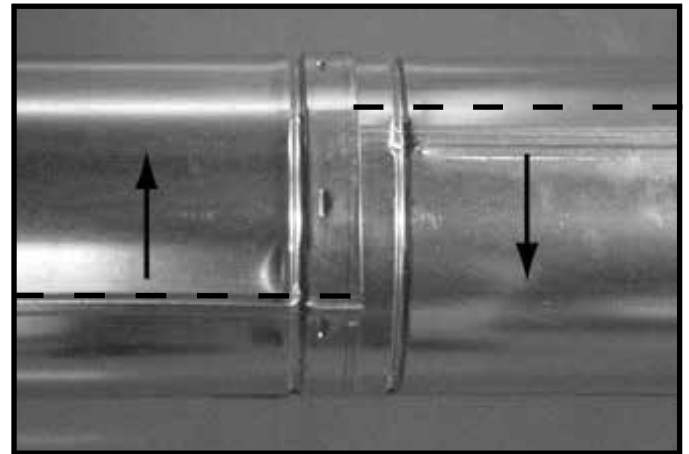
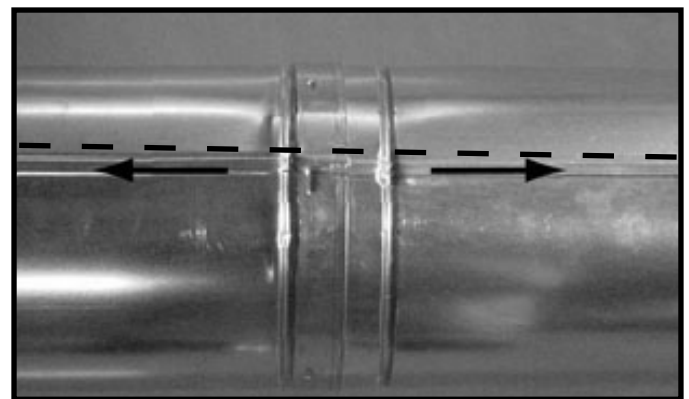

Figure 7.10 Faire tourner les joints d'assemblage pour le démontage
Figure 7.11 Aligner et démonter les sections de conduit
- Faites pivoter l'une des sections (Figure 7.10), de façon à ce que les joints d'assemblage des deux sections de conduit soient alignés, comme il est indiqué à la Figure 7.11.